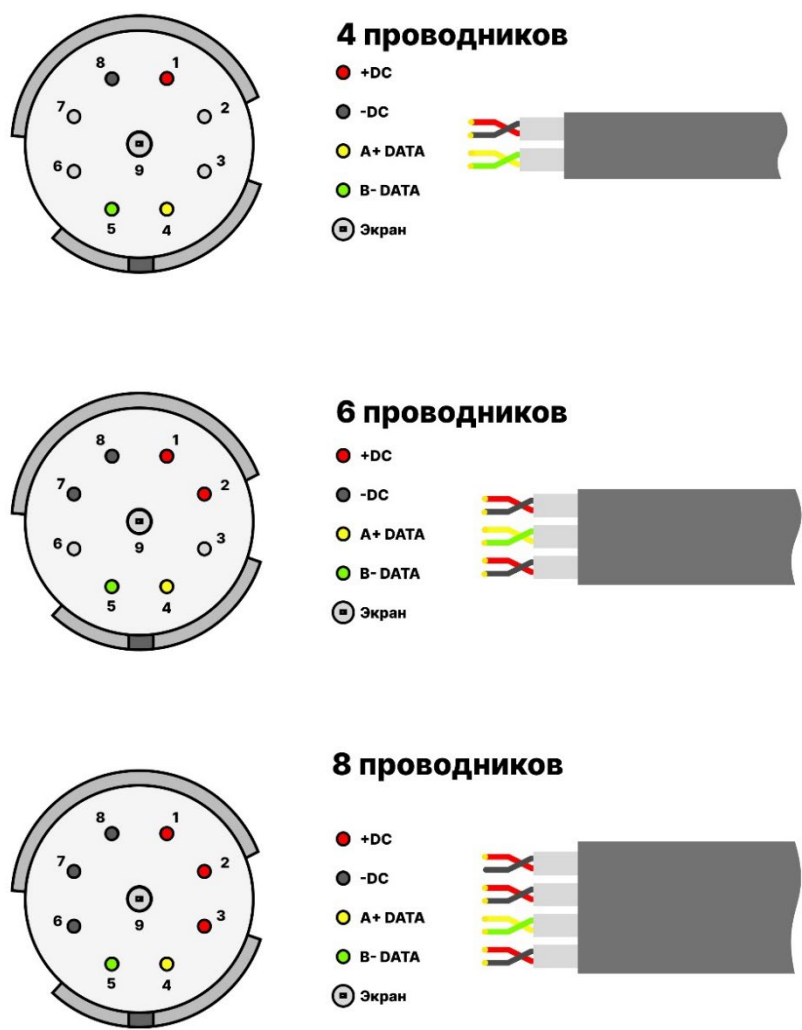

Рисунок 42. Расположение пинов разъема RS-485 при использовании различных кабелей
7.1.11. Установить кабельные наконечники в кабельную вилку RS-485, соблюдая расположение контактов в соответствии с (Рисунок 41, Рисунок 42) наконечник YJ2-16.8-2.5AU установить (пустым) в позицию 9 (в центре).